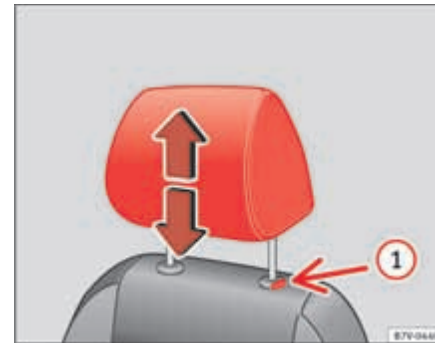
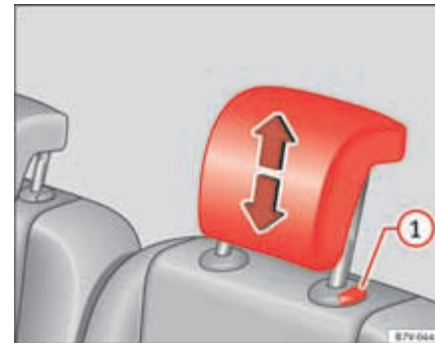

Abb. 84 Kopfstütze vorn einstellen.
Abb. 85 Kopfstütze hinten einstellen. ▶
- Kopfstütze in Pfeilrichtung nach oben oder bei gedrückter Taste ⇒ Abb. 84 ① bzw. ⇒ Abb. 85 ① nach unten schieben ⇒ ⚠.